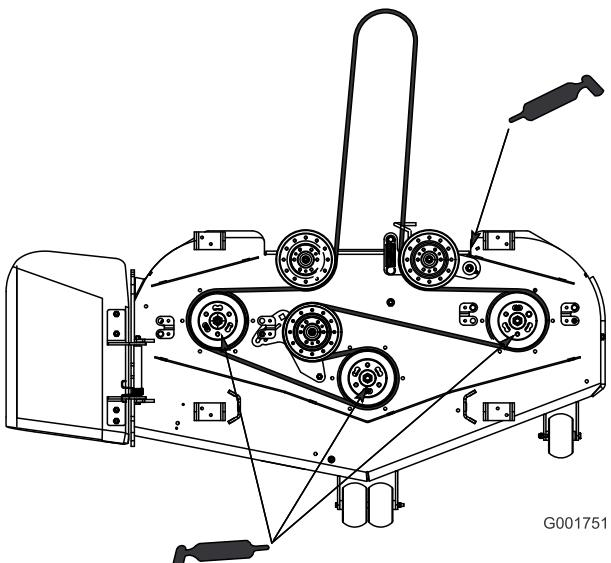

Figure 30
3. Lubrifiez les graisseurs des roulements des 3 axes (Figure 30).
4. Graissez le pivot de la poulie de tension (Figure 30).